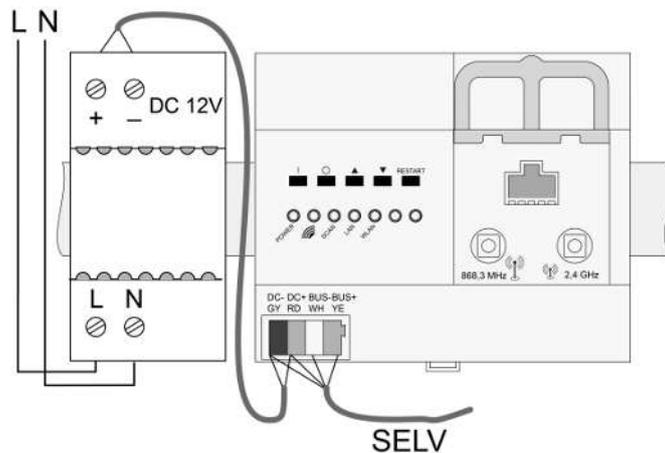

Bild 3: Anschlussplan
- Gerät gemäß Anschlussplan anschließen (siehe Bild 3).